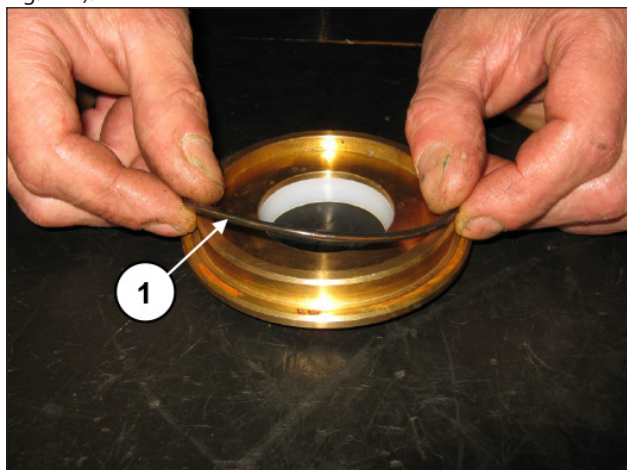

Fig. 122
Placer le joint-torque sur le support du racleur (rep. ①, Fig. 122).